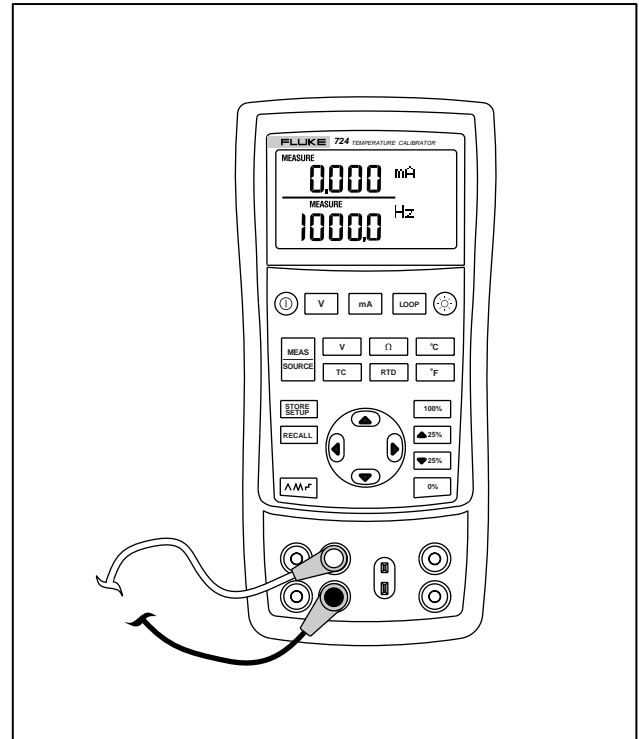

Figura 9. Medição de parâmetros elétricos
1. Conecte o calibrador, conforme mostrado na Figura 9.